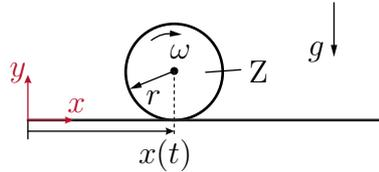

Abbildung 1: Zylinder auf Ebene.
1. Ein durchdrehender Reifen wird als homogener Zylinder Z (Radius r , Masse m und Massenträgheitsmoment im Schwerpunkt I_{zz}) modelliert, welcher zum Zeitpunkt $t_0 = 0$ mit $\omega(t_0) = \omega_0$ und $\dot{x}(t_0) = v(t_0) = 0$ auf eine Ebene gesetzt wird (Abbildung 1). Zwischen dem Reifen und der Ebene wirkt trockene Gleitreibung mit dem Reibkoeffizienten μ_C . Die Erdbeschleunigung g wirkt in negative y -Richtung.